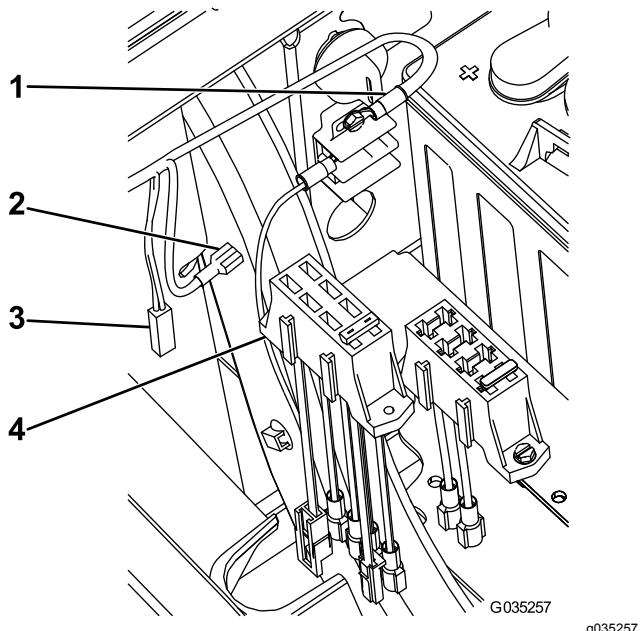

Figure 17
- Modèles 2018 et précédents :** enclenchez le nouveau porte-fusibles sur le porte-fusibles existant sur la machine (Figure 17).
- Reliez le grand connecteur du nouveau porte-fusibles au câble d'alimentation en option sur le porte-fusibles existant (Figure 17).
- Branchez le fil restant au câble à fusible sur le nouveau porte-fusibles (Figure 17).
- Modèles 2018 et précédents** : enclenchez le nouveau porte-fusibles sur le porte-fusibles existant sur la machine (Figure 17).